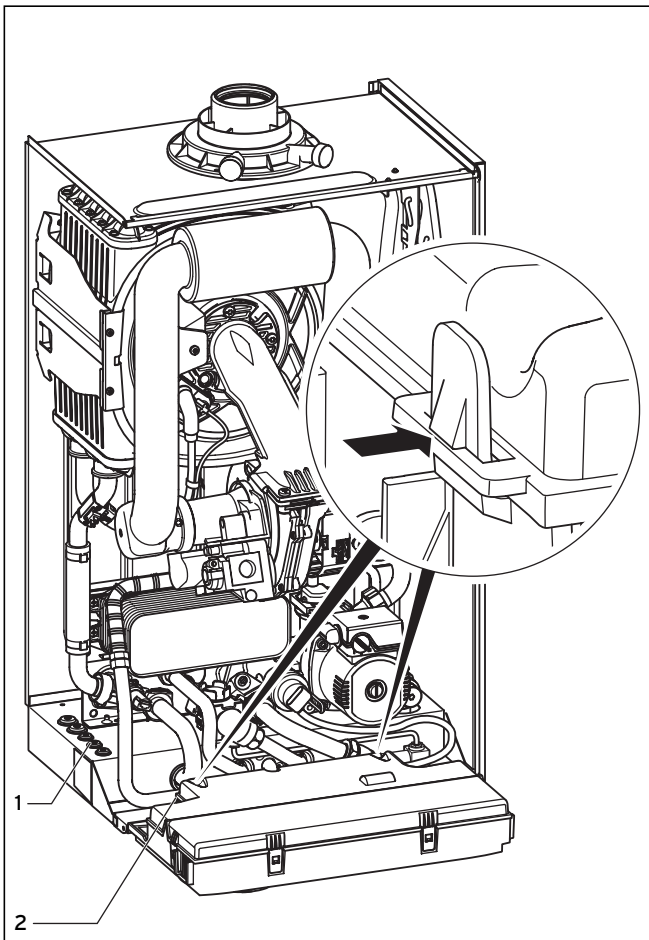
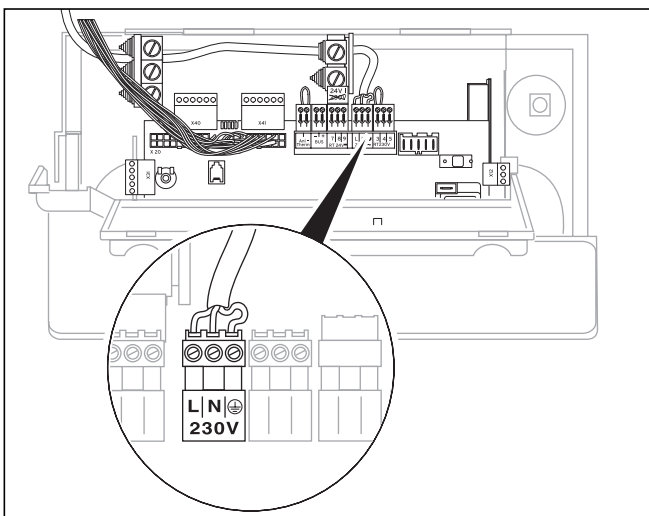
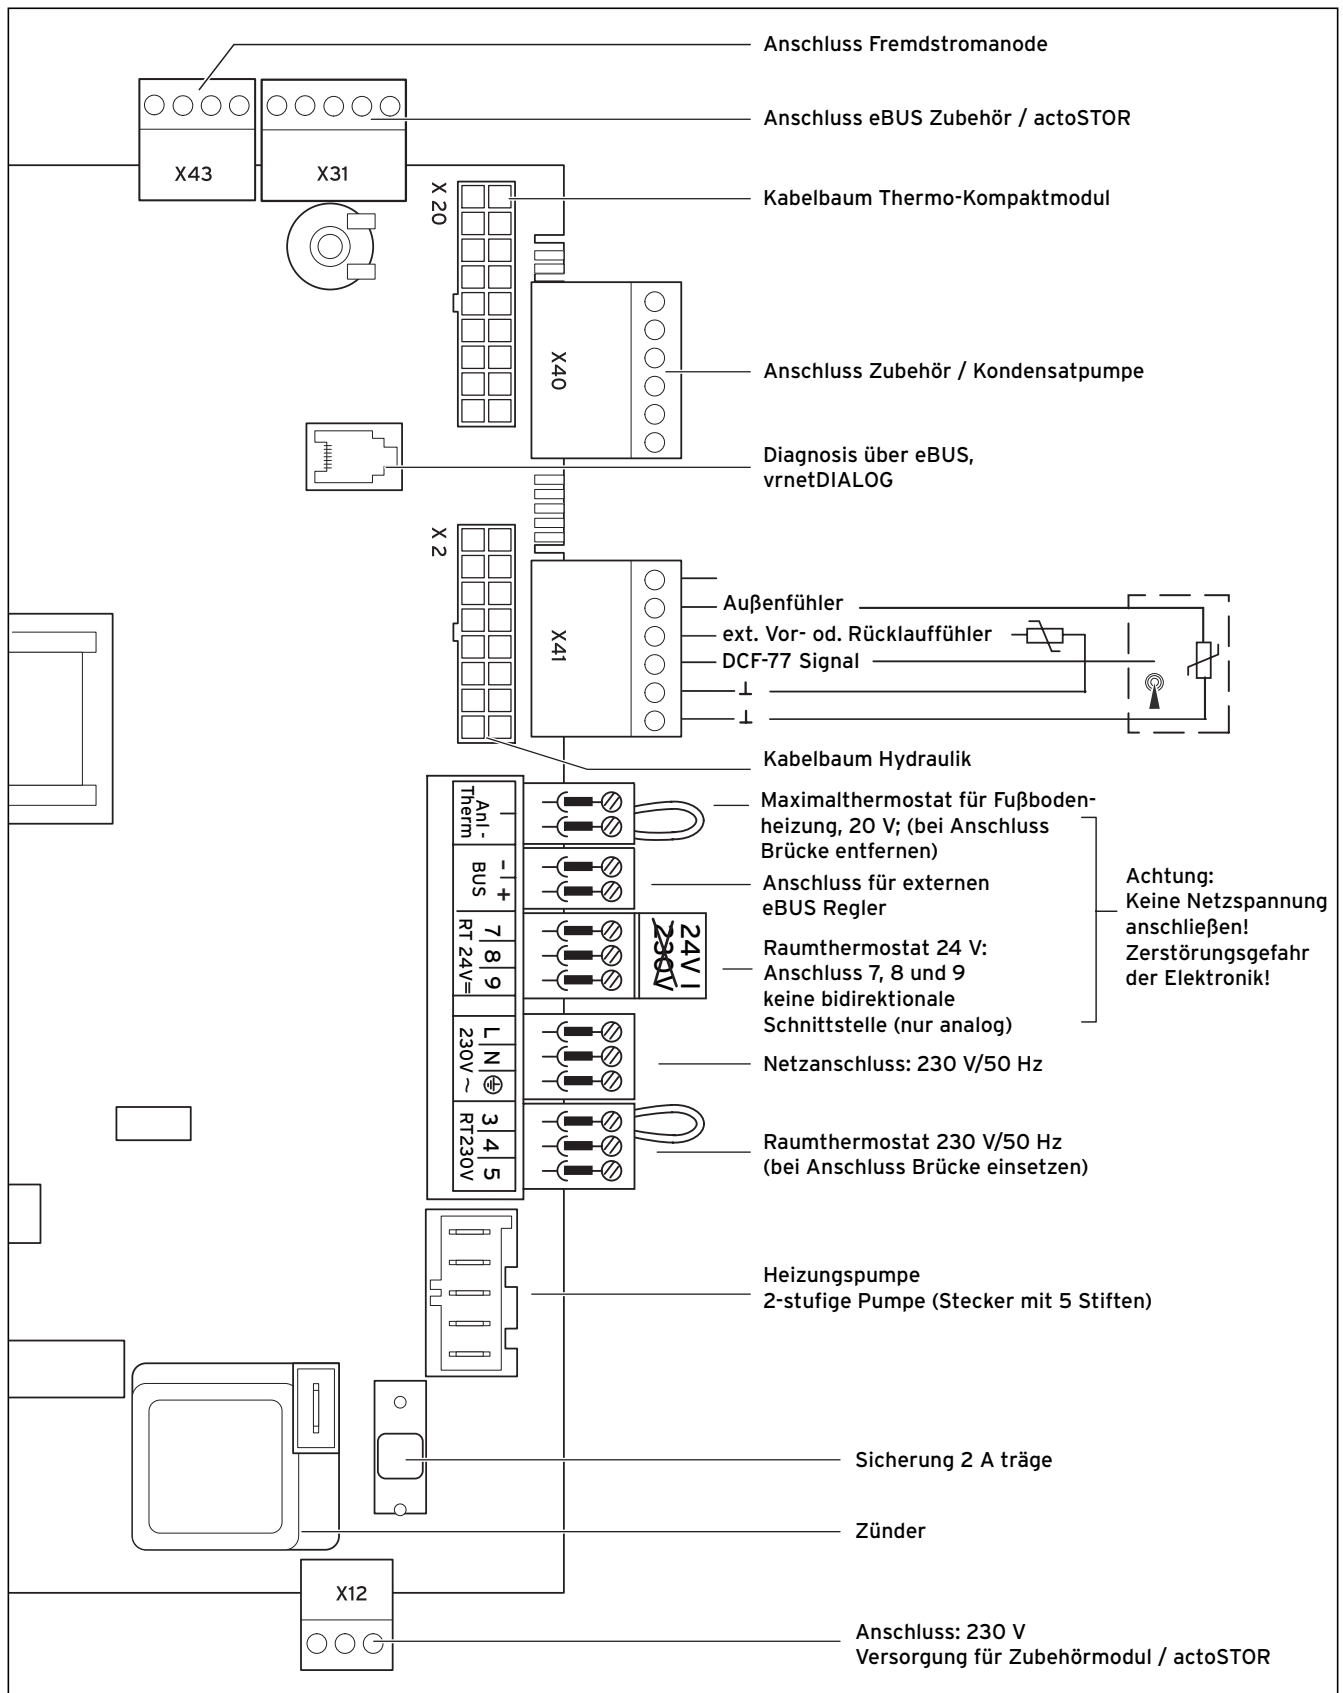

Abb. 5.9 Schaltkastenrückwand öffnen
Abb. 5.10 Kabelführung der Netzzuleitung
Abb. 5.11 Anschlussplan ecoTEC
- Führen Sie die Anschlussleitungen der anzuschließenden Komponenten durch die Kabeldurchführungen (1) links an der Geräteunterseite, siehe Abb. 5.9.
- Führen Sie anschließend die Anschlussleitungen durch die Kabeldurchführungen (2) in die Elektronikbox ein und kürzen Sie die Leitungen auf die erforderliche Länge.
- Schließen Sie die Anschlusskabel entsprechend Abb. 5.10 und Abb. 5.11 an die entsprechenden Schraubklemmen an der Elektronik an.